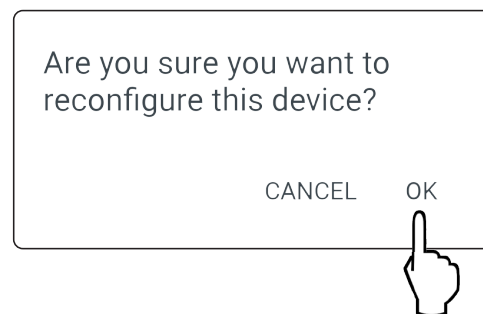

Figure 105. Confirmation de la sélection
3. Cliquez à nouveau sur l'icône avec les 3 points. Le menu d'action s'affiche. Dans le menu « Actions », sélectionnez l'option « Reconfigure » (Reconfigurer) comme indiqué sur la Figure 105.